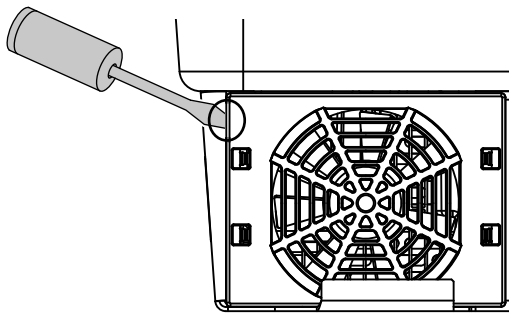

Fig. 52: Soltar la rejilla del ventilador
2. Desmontar el ventilador. Para ello, introducir un destornillador en el borde de la rejilla del ventilador y ejercer una ligera presión en esta.  **Fig. 52**